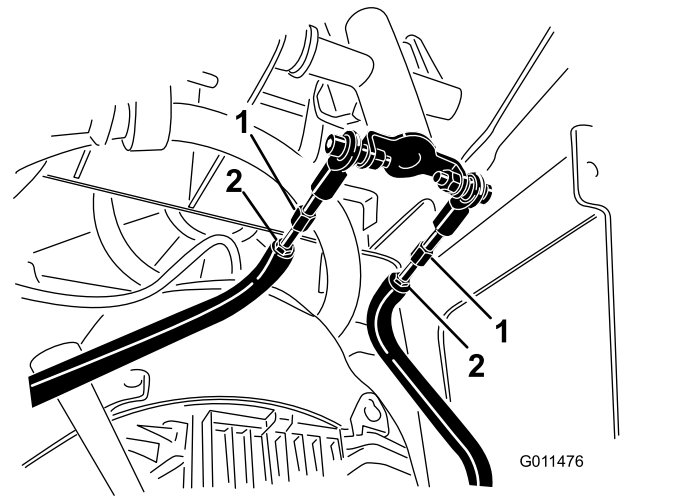

Figure 51
- D. Desserrez les écrous de blocage sur les tiges de déplacement, sous le panneau de commande (Figure 51).